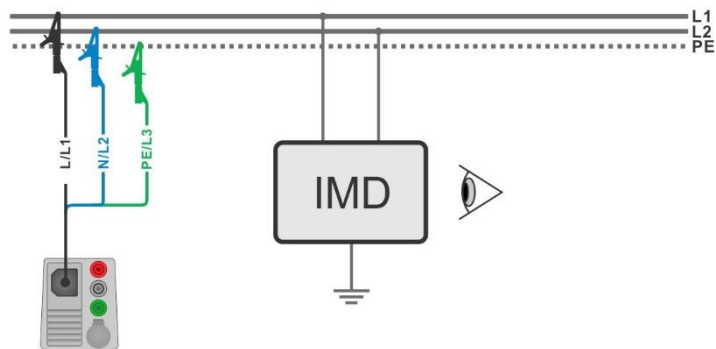
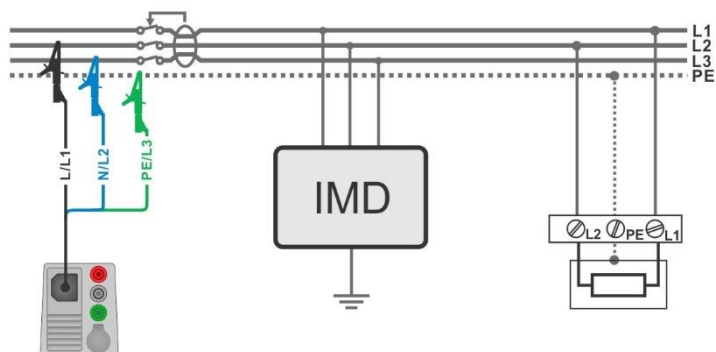

Abbildung 7.112: Messung des höchsten Fehlerstrom des ersten Fehlers mit dem 3-Leiter Prüfadapter
Abbildung 7.113: Messung des Fehlerstrom des ersten Fehlers im RCD geschützten Stromkreis mit dem 3-Leiter Prüfadapter
- › Schließen Sie den 3-Leiter Prüfadapter am Prüfling an, siehe **Abbildung 7.112** und **Abbildung 7.113**.